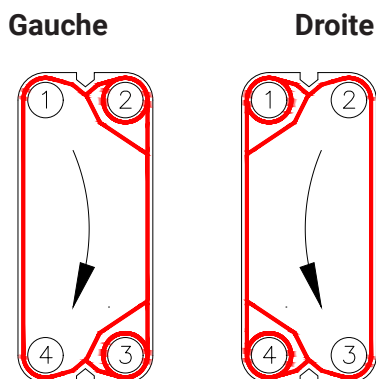

Figure 3 : Plaques gauche et droite
- Sur les plaques droites, le fluide circule de la connexion 2 vers la connexion 3 ou inversement, de la connexion 3 vers la connexion 2 (**Figure 3**).
- Sur les plaques gauches, le fluide circule de la connexion 1 vers la connexion 4 ou inversement, de la connexion 4 vers la connexion 1 (**Figure 3**).